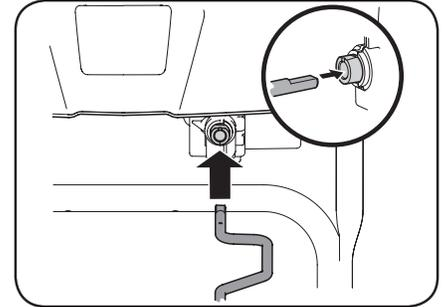

Figura 2-40
5. Inserte el otro extremo de la varilla de control del canal en el acoplador que se encuentra debajo del panel de la manija. Asegúrese de alinear el extremo plano de la varilla y el extremo plano del acoplador. Puede ser necesario girar la varilla hasta que se alineen estas dos superficies. Consulte el recuadro Figura 2-40.